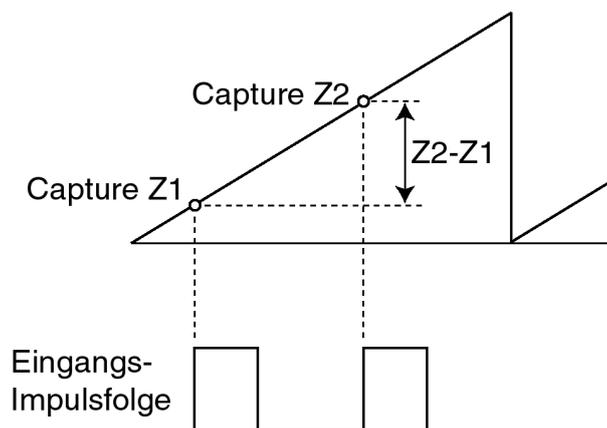

Figure 8.4: Ermittlung des zeitlichen Abstands zweier Impulse durch Einlesen der Zählerwerte bei steigender Flanke
- Bei der zweiten ansteigenden Flanke wieder Zähler auslesen (Abb. 8.4)